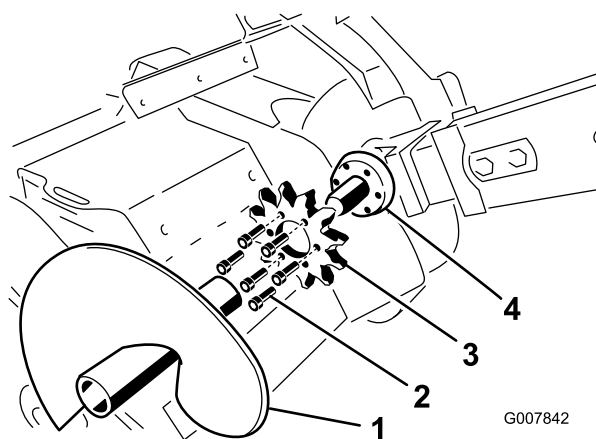

Рисунок 65
4. Снимите отвальный шнек (Рисунок 65).
9. Отверните 6 болтов, которые крепят ведущую звездочку (Рисунок 65).
10. Снимите и удалите в отходы ведущую звездочку (Рисунок 65).
11. Очистите посадочную поверхность звездочки на траншеекопателе (Рисунок 65).
12. Насадите на вал новую звездочку (Рисунок 65).
13. Вверните вручную в звездочку 6 болтов (Рисунок 65).